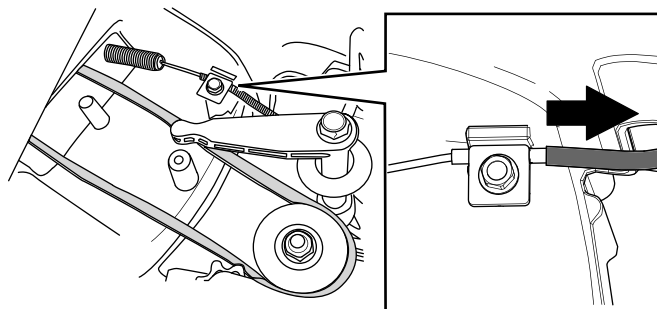

Figure 32
6. Tirez sur la gaine du câble jusqu'à ce qu'il n'y ait plus de mou (Figure 32).